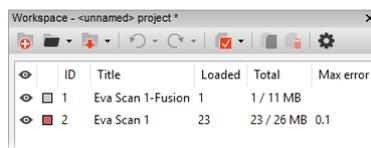

Abbildung 35: Bedienfeld *Arbeitsbereich* nach der Echtzeit-Fusionierung.
6. Beim Beenden des Scannens werden im Bedienfeld *Arbeitsbereich* einer oder mehrere Roh-Scans mit den Namen *Eva Scan1*, *Eva Scan2*, *Eva Scan3* usw. hinzugefügt, ebenso ein Modell mit dem Namen *Eva Scan1-Fusion*. Die Anzahl dieser Roh-Scans entspricht der Anzahl von Scan-Unterbrechungen und -Fortsetzungen (siehe *Abb. 35*).